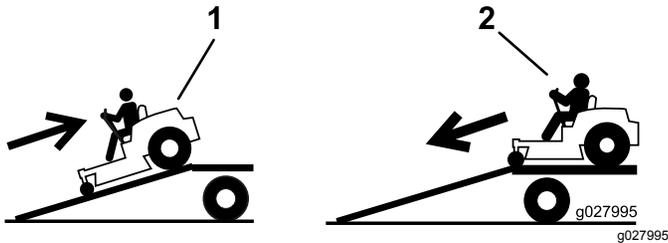

Bild 32
4. Fahren Sie mit der Maschine rückwärts auf die Rampe (Bild 32).
2. Fahren Sie die Maschine vorwärts von der Rampe herunter (Bild 32).